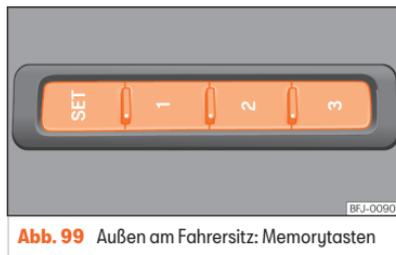

Abb. 99 Außen am Fahrersitz: Memorytasten
- Taste **SET** länger als 1 Sekunde drücken »» (Abb. 99).